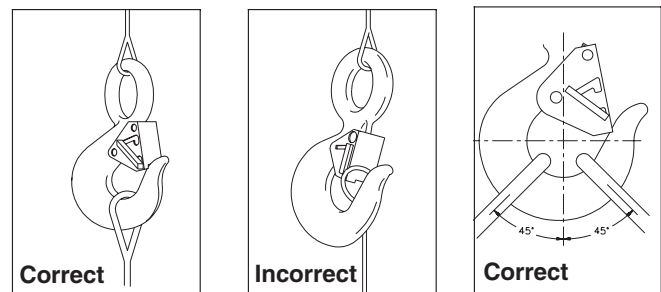

Figure 3
- Toujours s'assurer que c'est bien le crochet qui supporte la charge (voir figure 3) et jamais le linguet (voir figure 4).